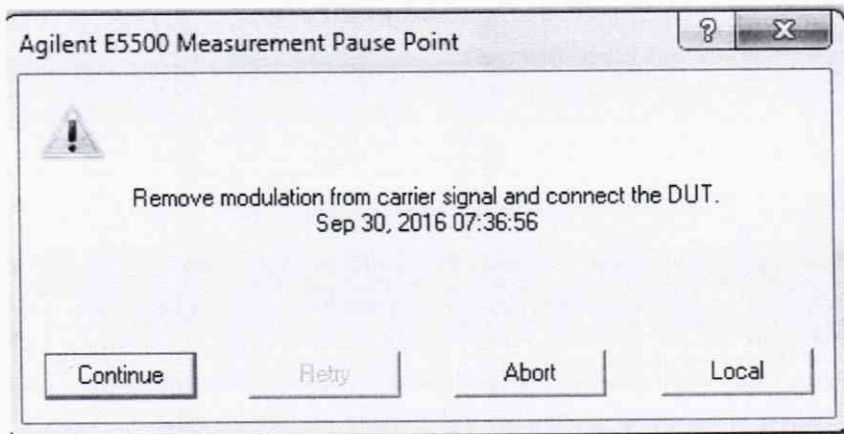

Рис. 41
7.5.5.4 При появлении диалогового окна (Рис.41) отключить выходной сигнал с Генератора 2